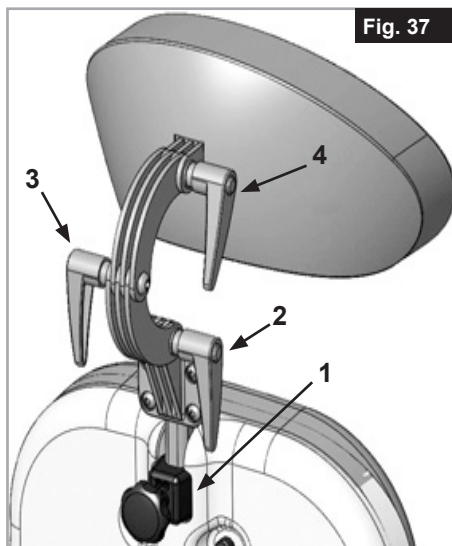

Fig. 37
Huvudstödet kan flyttas uppåt (1), framåt och bakåt, (2-3-4). För att göra det, lösgör helt enkelt tillhörande frigöringsspakar/knappar, justera nackstödet till önskad position, och dra åt dem igen, (Fig. 37).